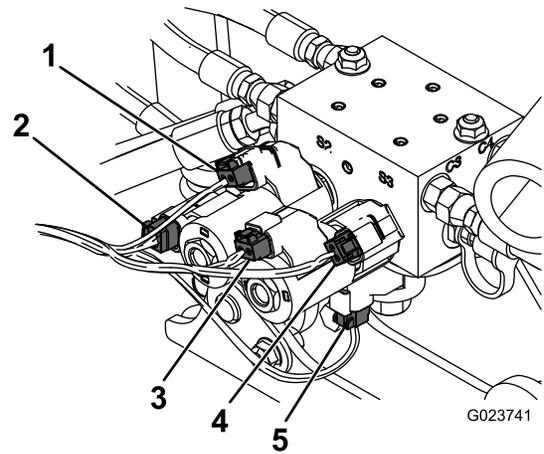

Figure 21
5. Branchez le faisceau au bloc hydraulique, comme montré à la Figure 21.